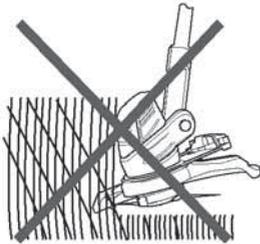
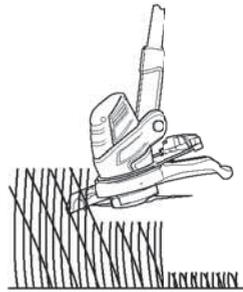

Fig. 28
Fig. 29
- > Gardez l'accessoire de coupe propre en enlevant au fur et à mesure les résidus végétaux qui pourraient le bloquer. Examinez régulièrement l'appareil. Relâchez le bouton marche/arrêt (3) et décrochez la batterie avant d'examiner l'appareil.
- > N'essayez pas de couper les herbes hautes d'un seul coup: procédez toujours par étapes (Fig. 28). Une coupe par étapes donne de meilleurs résultats (Fig. 29).